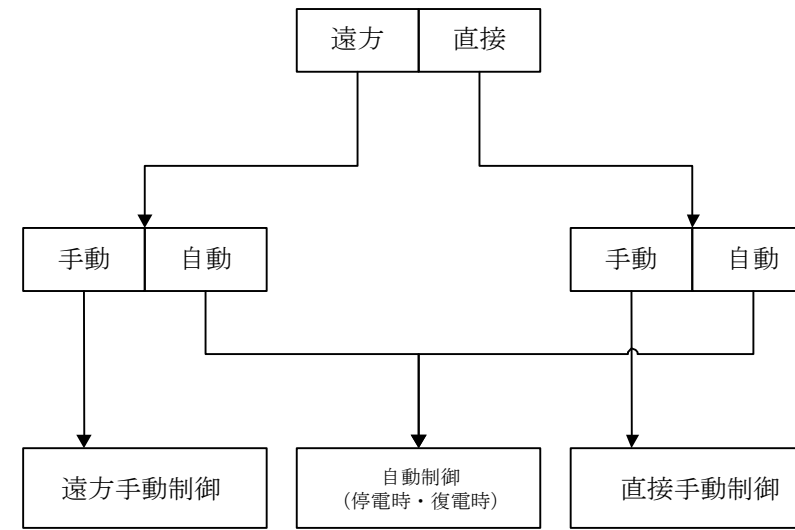
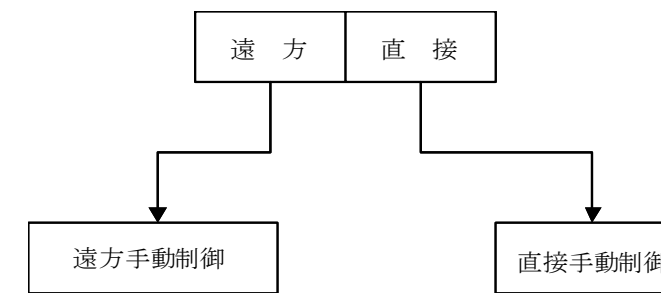

図2-4-1 受配電制御切換ブロック(自家発電設備有り)
図2-4-2 受配電制御切換ブロック(自家発電設備なし)
<p>2-2-8 母線</p> <p>(1) 母線は、その回路を保護する遮断器の定格遮断電流に対し、機械的強度及び熱的強度を有するものとする。</p> <p>(2) 母線には銅帯を使用し、メッキの防錆処理を施すものとする。</p> <p>2-3 主要性能</p> <p>(1) 入力電圧 標準的な入力電圧を次に示す。 交流三相3線式 6600V (50Hzまたは60Hz)</p> <p>(2) 出力電圧 標準的な出力電圧を次に示す。</p> <p>(a) TN 照明電圧 交流三相3線式 415V (50Hz) 交流三相3線式 460V (60Hz)</p> <p>(b) 動力電圧 交流三相3線式 210V (50Hzまたは60Hz)</p> <p>(c) 電灯電圧 交流三相4線式 182-105V (50Hzまたは60Hz) 交流単相3線式 210-105V (50Hzまたは60Hz)</p> <p>2-4 機能及び仕様</p> <p>2-4-1 機能</p> <p>(1) 受電機能 電気事業者の配電線から高圧の電力を受電するものとする。</p> <p>(2) 変圧機能 負荷設備の使用電圧に変圧するものとする。</p> <p>(3) 配電機能</p> <p>(a) 高圧配電 高圧電源を配電するもので、高圧回路の開閉ができるものとする。</p> <p>(b) 低圧配電 低圧電源を配電するもので、低圧回路の開閉ができるものとする。</p> <p>(4) 受配電制御機能 次に示す各状態における制御機能を有するものとする。</p> <p>(a) 制御方法の切換</p> <p>1) 設備全体共通の「遠方-直接」のモードを切換られるものとする。なお、「遠方-直接」の切換は、現場のみで可能なものとする。</p> <p>2) 「自動-手動」のモードを切換られるものとする。 なお、「自動-手動」の切換は、「遠方-直接」のモードが“遠方”条件で施設中央局からも切換可能とする。 ただし、自家発電設備がない場合、「自動-手動」のモードは設けないものとする。</p> <p>3) 受配電制御切換ブロックを図 2-4-1 及び図 2-4-2 に示す。</p>